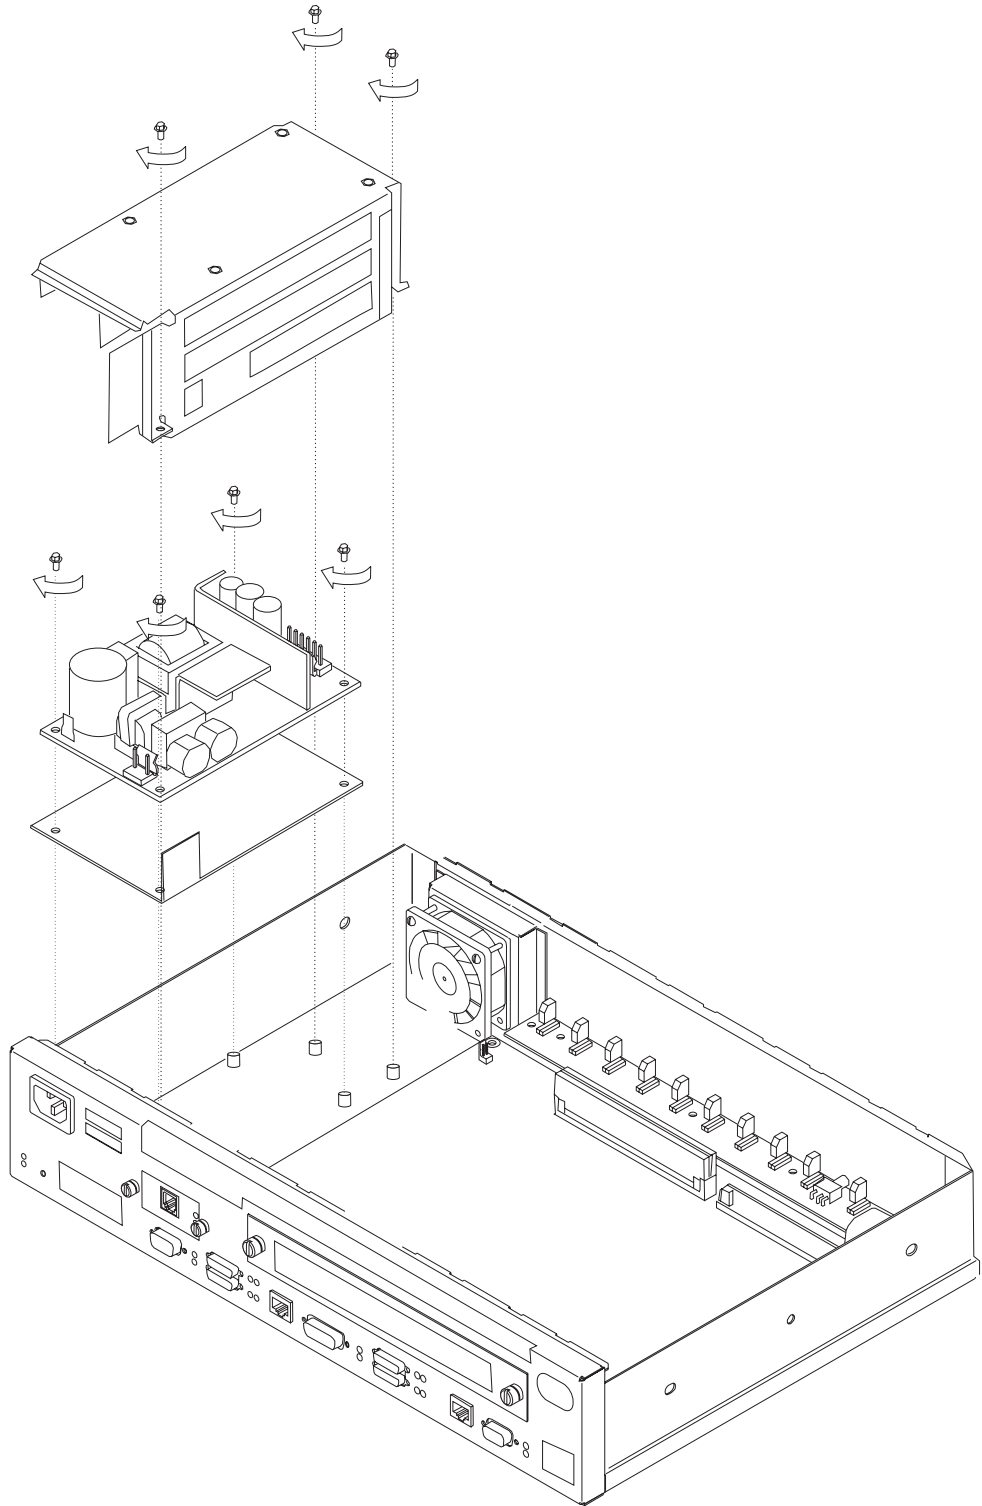

图 4-30. 复原电源盖板
- 5 重新拧好连接电源盖板和机架的螺钉，如图4-30所示。